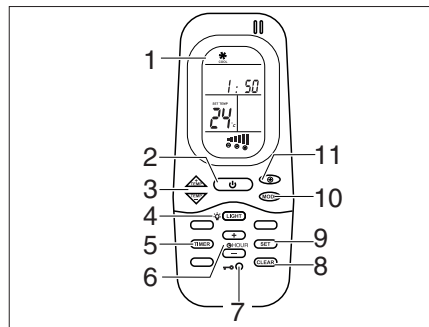
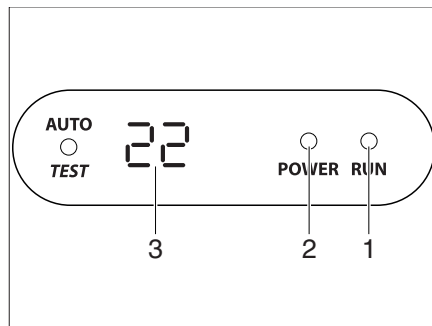

Fig. 117 Mando a distancia
Fig. 118 Pantalla en el difusor
La instalación de aire acondicionado está colocada en el techo del vehículo. El mando a distancia (Fig. 117) de la instalación de aire acondicionado está en la zona de la cocina.
La instalación de aire acondicionado está lista para el funcionamiento. El LED (Fig. 118,2) en la pantalla del difusor se ilumina de color rojo.
- Para la conexión, pulsar el interruptor ON/OFF (Fig. 117,2) en el mando a distancia. El LED (Fig. 118,1) se enciende en color verde cuando la instalación de aire acondicionado está funcionando en el modo de refrigeración. El LED (Fig. 118,1) se enciende en color rojo cuando la instalación de aire acondicionado está funcionando en el modo de calefacción.
- Ajustar con la tecla MODO (Fig. 117,10) el modo de funcionamiento deseado.
- Si es necesario, ajustar con la tecla (Fig. 117,11) el nivel deseado del ventilador y con las teclas (Fig. 117,3) la temperatura ambiente.
- Para la desconexión, volver a pulsar el interruptor ON/OFF (Fig. 117,2) en el mando a distancia.
- Para la programación, encender la instalación de aire acondicionado con el interruptor ON/OFF (Fig. 117,2) en el mando a distancia.
- Pulsar la tecla TIMER (Fig. 117,5). Se activa la indicación ON de la hora de inicio.
- Ajustar la hora con las teclas TEMP (+/-) (Fig. 117,3).
- Volver a pulsar la tecla TIMER (Fig. 117,5). Se activa la indicación OFF de la hora de inicio.
- Volver a pulsar la tecla TIMER (Fig. 117,5).
- Una vez finalizado el ajuste, pulsar la tecla SET (Fig. 117,9).
- Para borrar la programación del temporizador, pulsar la tecla CLEAR (Fig. 117,8).